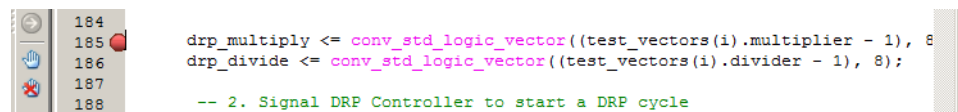

図 3-35 : drp_demo_tb.vhd の 185 行目にブレイクポイントを設定
3. 実行行を右クリックして [Toggle Breakpoint] をクリックし、ブレークポイントを追加します (43 ページの図 3-35)。